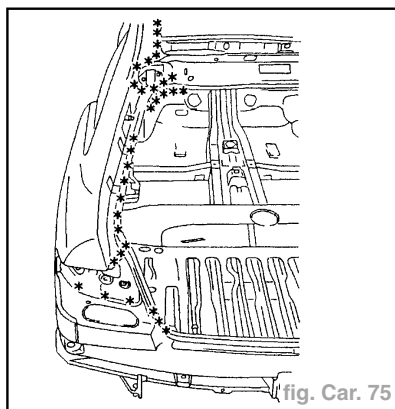

fig. Car. 75
- Dégraffer les points à l'aide d'une fraise de  $\varnothing = 8 \text{ mm}$  (fig. Car. 75).